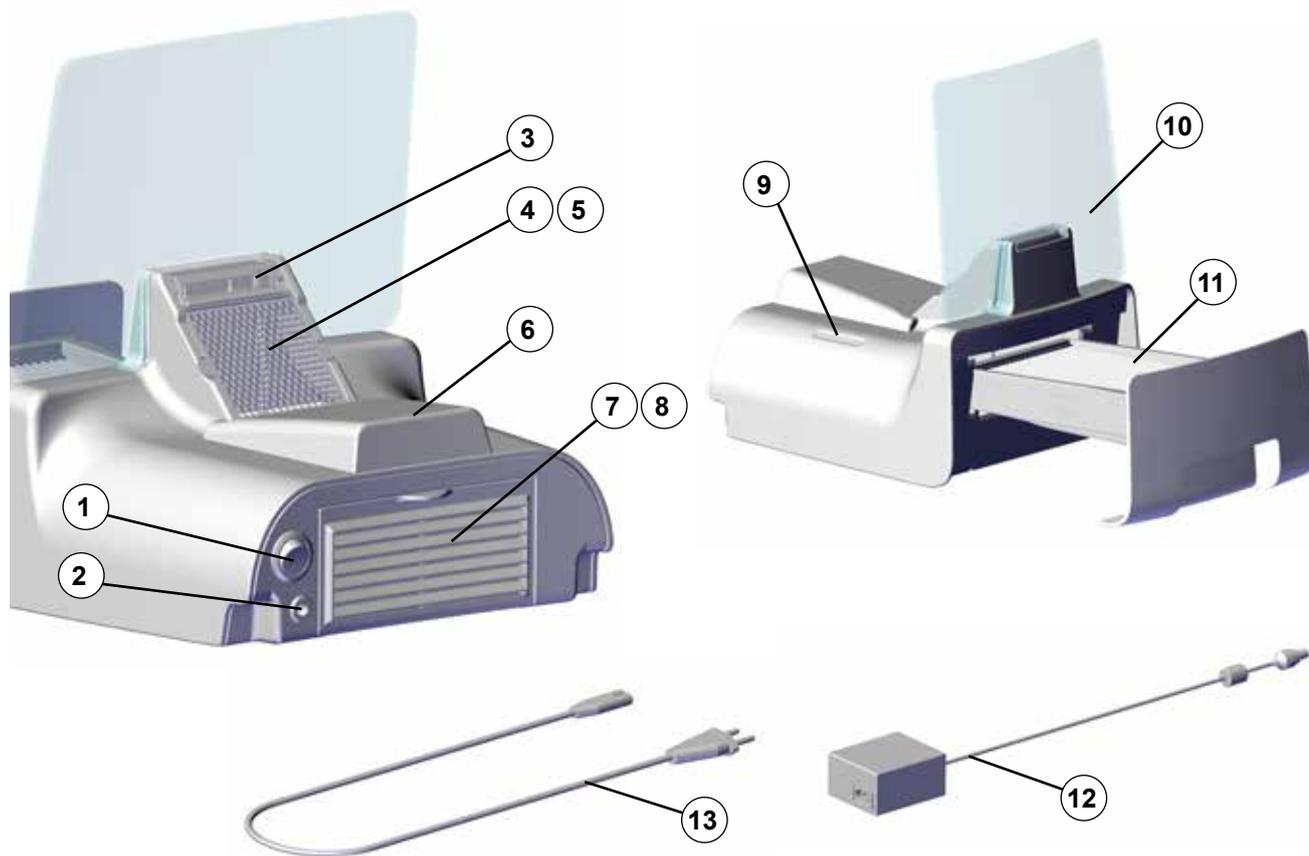

Рис. 1
- ⇒ Оборудование следует выключать с помощью выключателя Вкл. / Выкл. (1, Рис. 1).
- ⇒ Вставьте сетевой кабель (13, Рис. 1) в зарядное устройство (12, Рис. 1).
- ⇒ Вставьте зарядный штепсель в разъем для зарядки (2).
Оборудование включается и выключается с помощью выключателя Вкл.-Выкл.(1, Рис. 1).